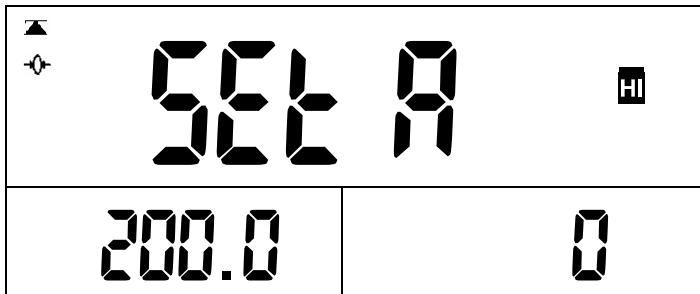

图 18
②输入预设上限值（可用**清除**键删除所输数据，再用数字键重新输入）。（图 18）